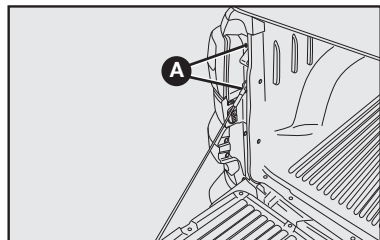

fig. 31
- 2) Utilizando uma chave “phillips”, soltar os parafusos de fixação da lanterna **A**—fig. 31, conforme indicado.